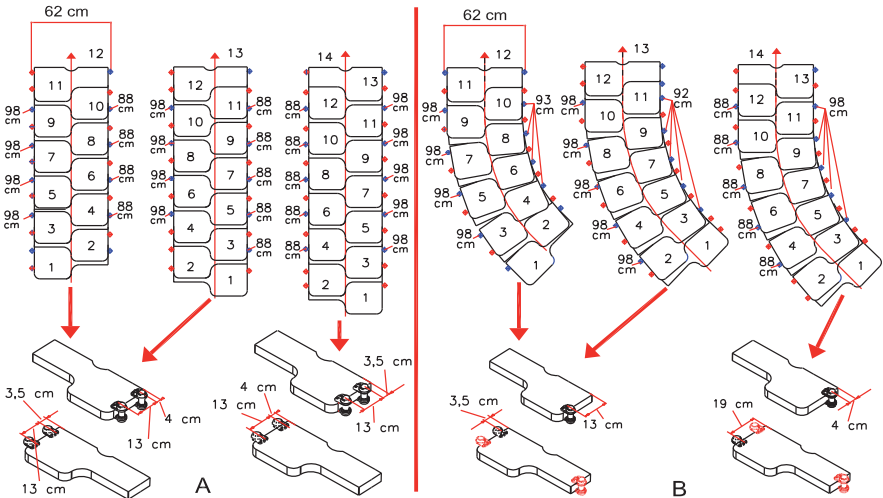

FIG. 5
- a. An der Verbindungsstelle zweier Stützen mit einem Bleistift zwei vertikale Linien in einem Abstand von 3,5 mm zueinander ziehen (Abb. 5).